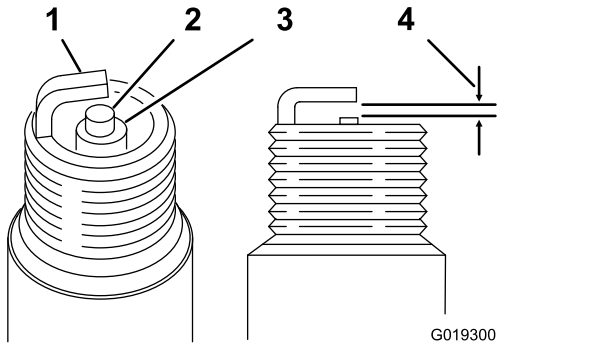

Figure 32
Écartement : 0,70 à 0,80 mm ; voir Figure 32
- Réglez l'écartement des électrodes entre 0,70 et 0,80 mm, comme montré à Figure 32.